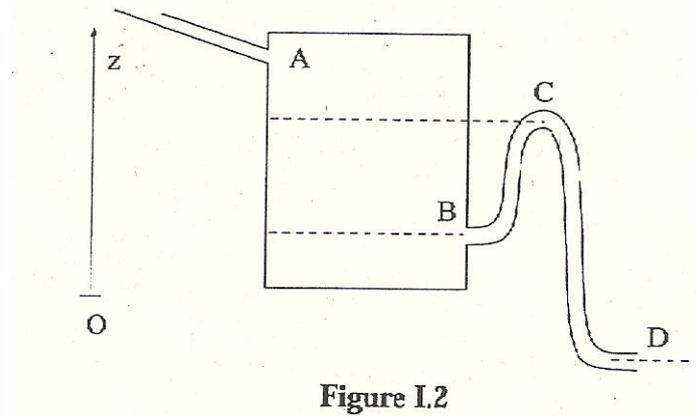

Figure I.2
Le réservoir est désormais alimenté en permanence par un filet d'eau de débit D_i , arrivant par l'orifice A, et qui ne perturbe pas l'écoulement de vidange (figure I.2.).
I.3.4. Montrer que si le débit D_i est plus faible qu'une valeur critique D_c , le système représenté sur la figure I.2. se comporte comme un oscillateur, dont le débit de sortie est une fonction périodique du temps.